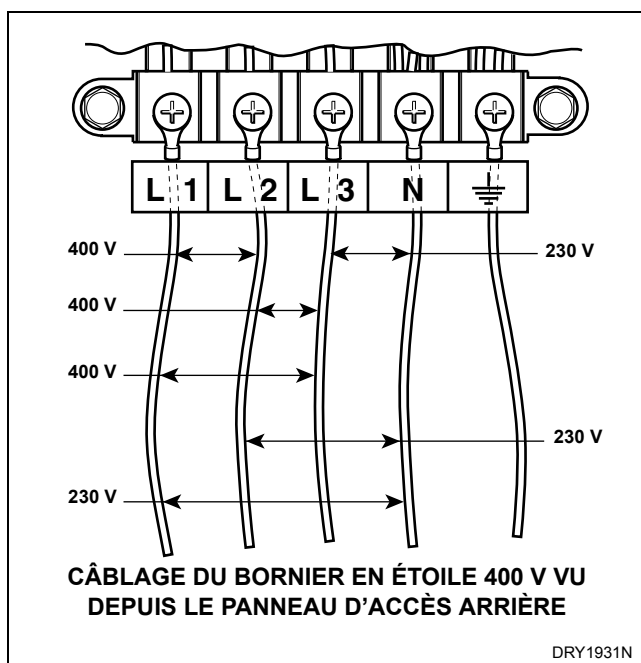

Figure 25
2. Raccorder les fils du cordon d'alimentation comme sur la *Figure 25*.